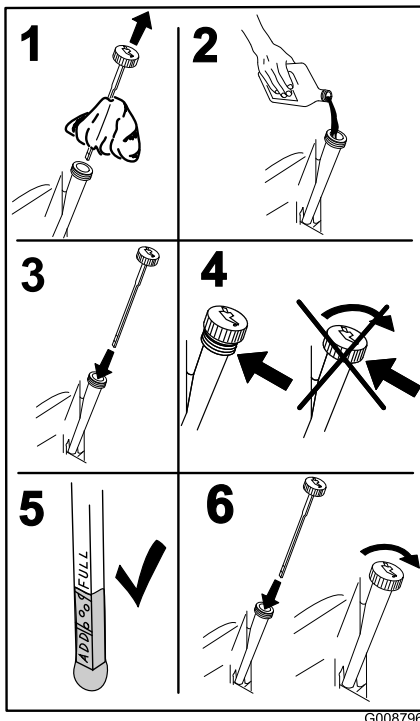

Bild 38
5. Gießen Sie langsam ungefähr 80 % der angegebenen Ölsorte in den Einfüllstutzen und füllen Sie dann vorsichtig mehr Öl ein, um den Ölstand an die **Voll**-Marke zu bringen (Bild 38).